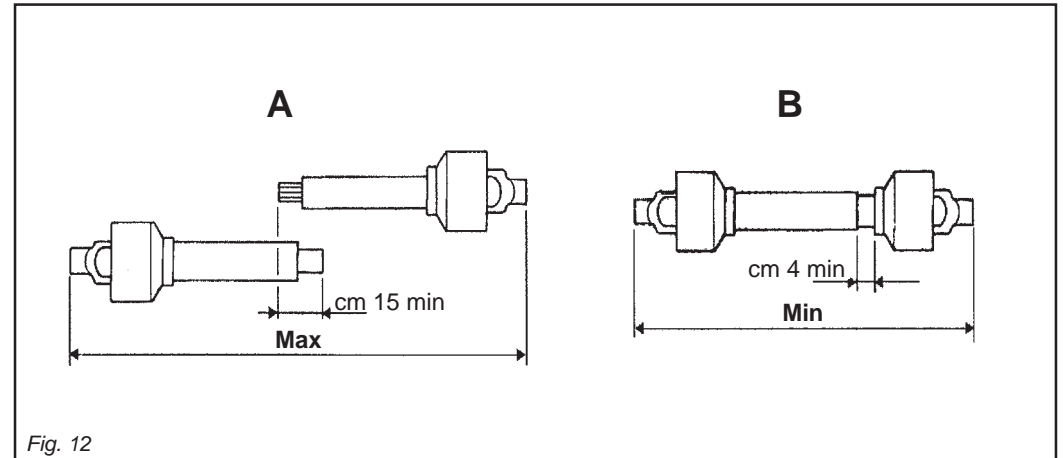

Fig. 12
- La couverture (C Fig. 11) des tubes coulissants doit être au minimum de 15 mm (Fig. 12).
- Die Überdeckung (C Abb. 11) der Gleitrohre muss mindestens 15 cm ausmachen (Abb. 12).
- La cobertura (C Fig. 11) de los tubos corredizos debe ser como mínimo de 15 cm (Fig. 12).
Quando esso è inserito al massimo, il gioco minimo consentito deve essere di 4 cm (Fig. 12).
When fully inserted, the minimum play must be 4 cm. (Fig. 12).
Quand il est entièrement rentré, le jeu minimum admissible doit être de 4 cm. (Fig. 12).
Wenn die beiden Teile ganz zusammengeschoben sind, muß das kleinstmögliche Spiel 4 cm ausmachen. (Abb. 12).
el juego mínimo permitido debe ser de 4 cm. (Fig. 12).